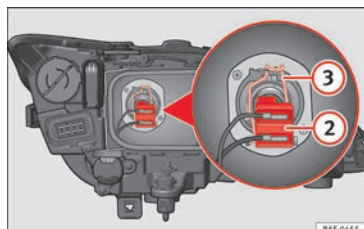

Fig. 206 Luz de cruce.
- Extraiga el conector » fig. 206 ② de la lámpara.
- Desenganche el resorte retentor » fig. 206 ③ presionándolo hacia dentro y a la derecha.